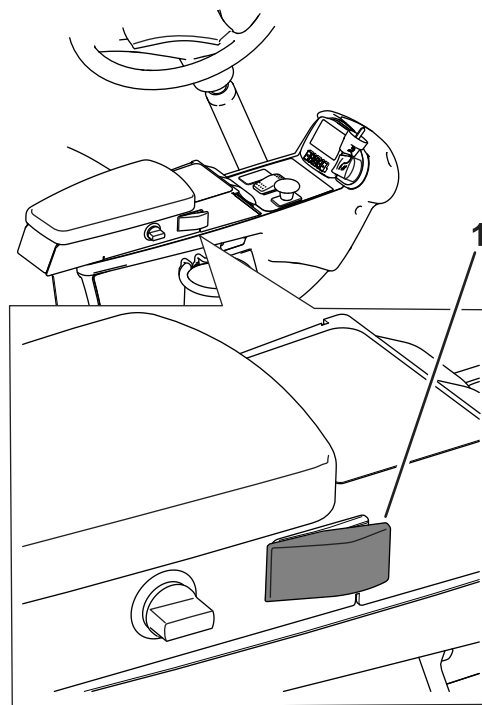
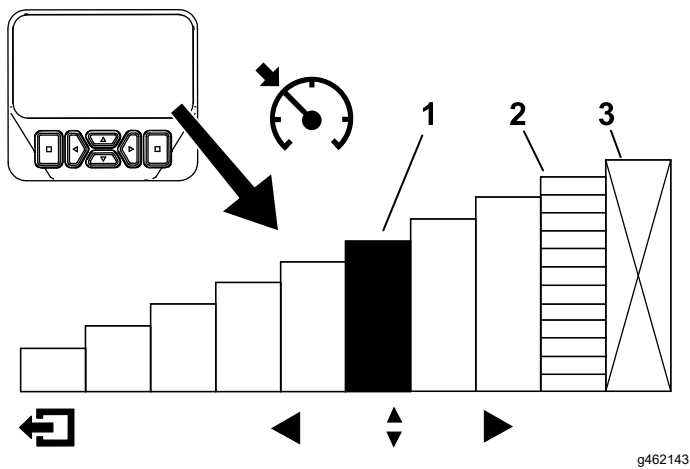

Figura 33
Figura 34
Después de activar el interruptor del control de crucero y establecer la velocidad (Figura 33), utilice el InfoCenter para ajustar la velocidad del control de crucero (Figura 6 y Figura 34).
1. Active el interruptor del control de crucero en la consola (Figura 33).
2. Utilice la pantalla del InfoCenter para ajustar la velocidad del control de crucero (Figura 34).